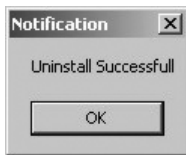

Рис. 7.7. Экранная форма успешного удаления драйвера
– при успешном удалении драйвера появляется следующая форма (рис. 7.7).